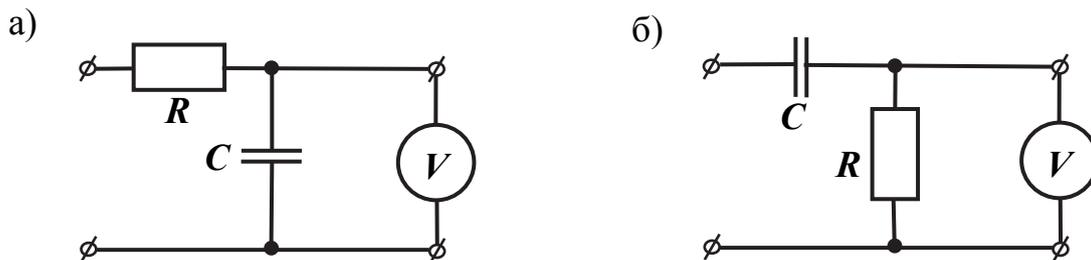

Рис. 17.3
7. В режиме холостого хода исследовать простейшие низкочастотные и высокочастотные  $RC$ -фильтры (рис. 17.3, а, б). Емкость в схемах  $C = 0,22 \dots 1,00$  мкФ, сопротивление резистора  $R = 100 \dots 220$  Ом.